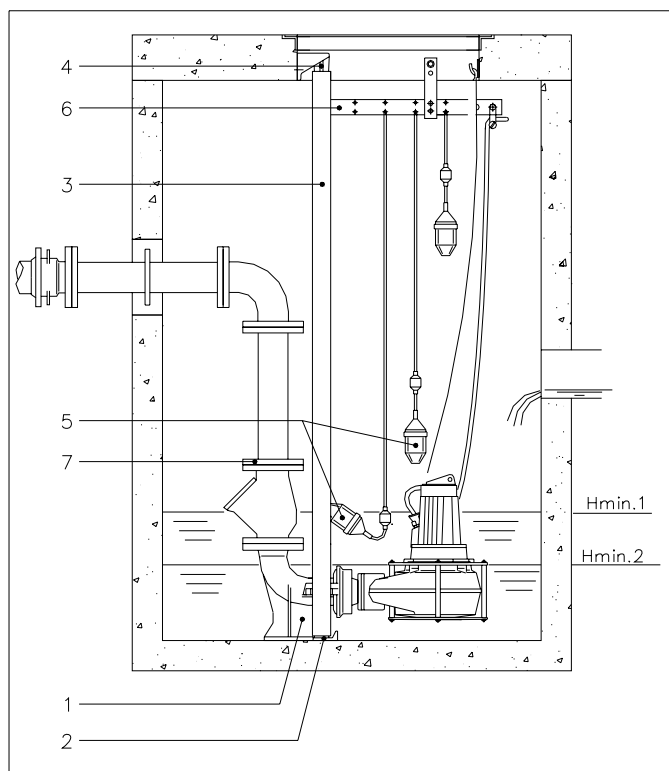

Fig. 6.3
- De motor voldoende koeling heeft . Het minimale mediumniveau dient 2/3 van het motorhuis te zijn, zie Fig 6.3.